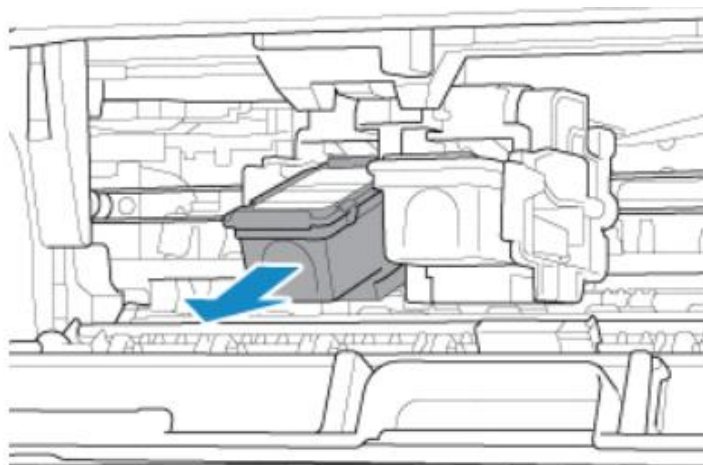

Рисунок 2.14 – Третій етап заміни картриджа
- вийняти картридж (див. рис. 2.14);